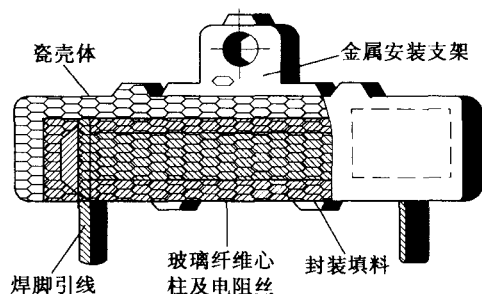

图 1-5 水泥电阻器的结构
(1) 水泥电阻器。水泥电阻器是一种陶瓷绝缘的功率型线绕电阻器,例如彩色电视机中的大功率电阻,其结构如图 1-5 所示。